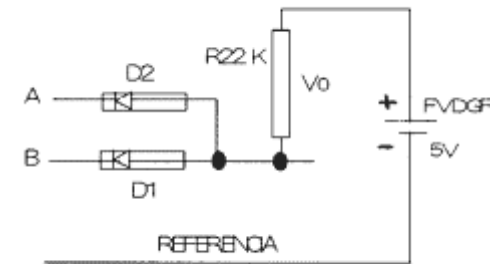

Figura 7.5.7.2
Arme el circuito de la Figura 7.5.7.2.
- 7.6.2 Indique que tipo de compuerta lógica implanta el circuito de la Figura 7.5.7.1 y el de la Figura 7.5.7.2 del desarrollo experimental. Agregue una breve explicación de cómo funcionan cada uno de estos circuitos.